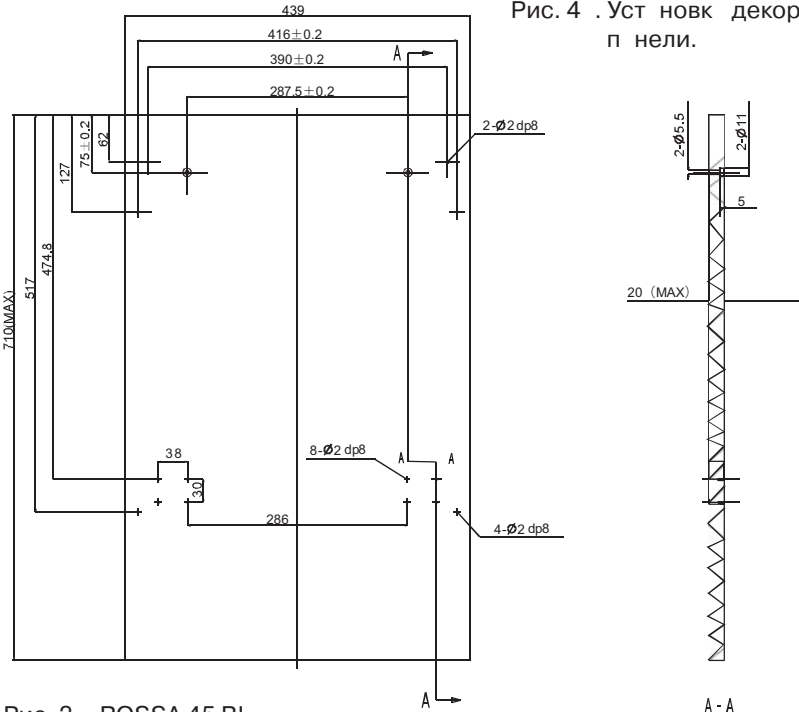

Рис. 3 . ROSSA 45 BI
1. Декоративная деревянная панель, прикрепляемая к дверце посудомоечной машины, должен быть подготовлен в соответствии с чертежами, представленными на рис. 3а, 3б.
Рис. 3в. ROSSA 60 VI